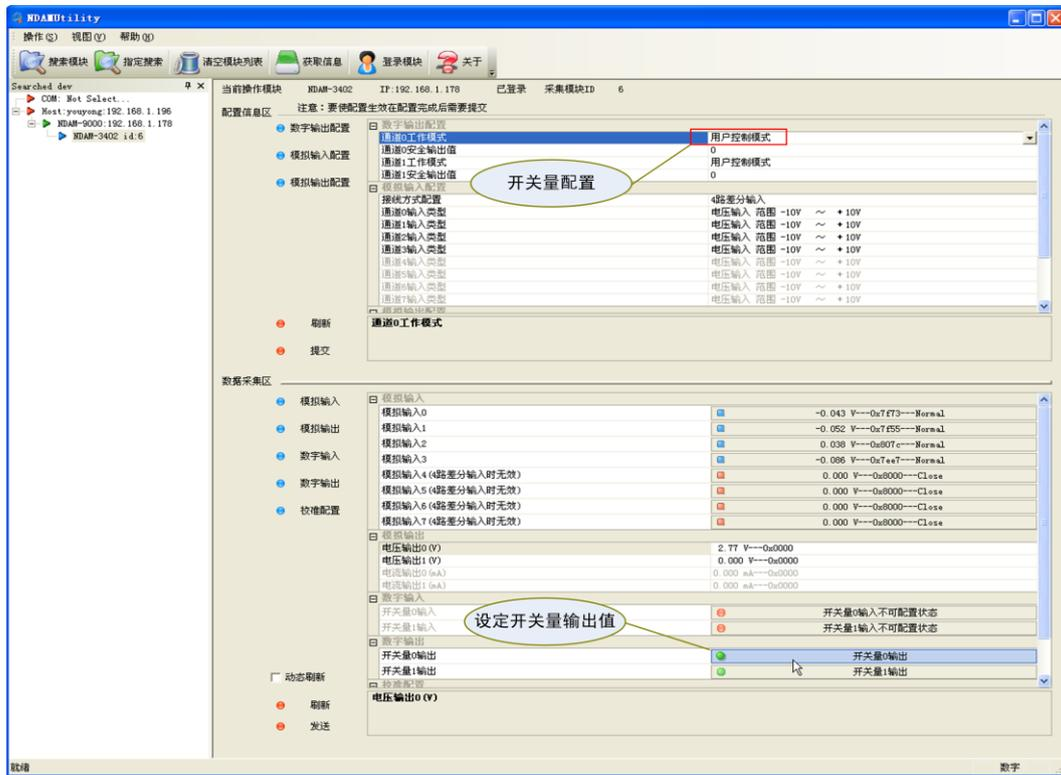

图 4.9 数字量输出配置、输出设定操作
- 8) NDA-3402 模块具有 2 路开关量输入通道，2 路开关量输出通道。开关量输出可配置为“用户控制模式”或“关闭”，配置、输出设定操作与模拟量输出类似，如图 4.9 所示。